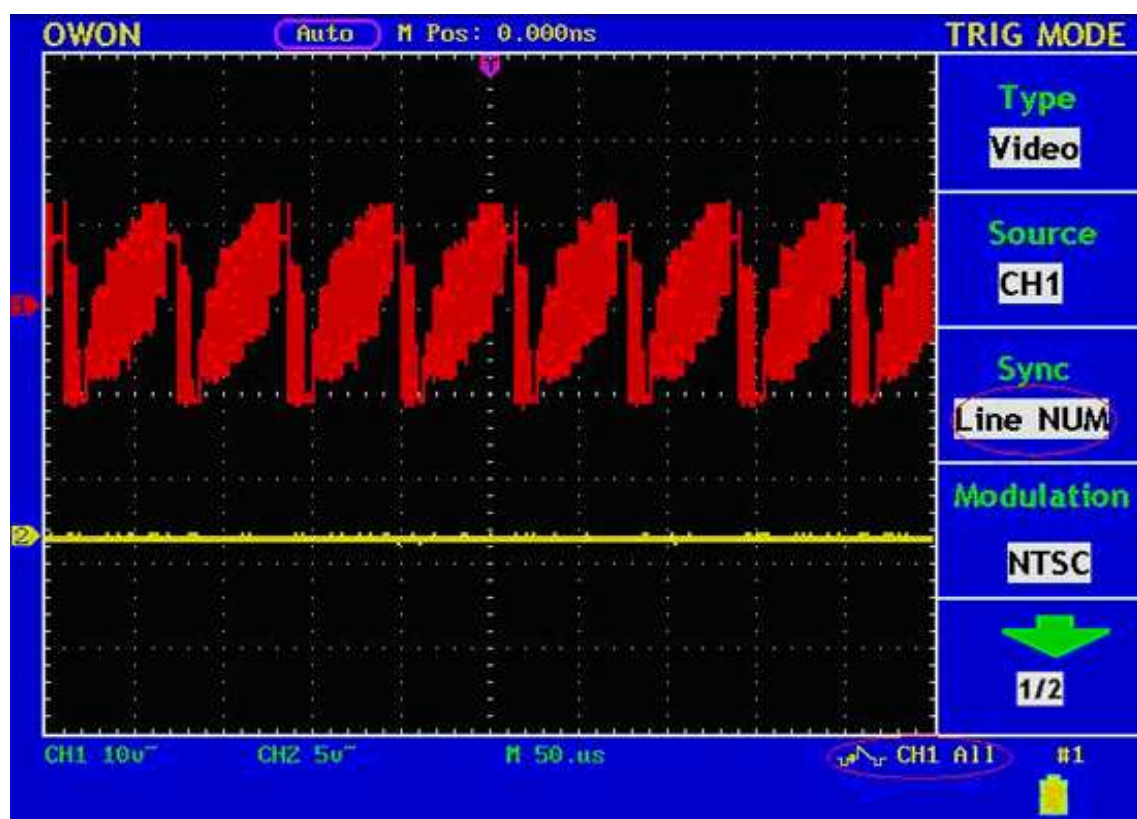

Fig. 67 NUMトリガから得られる波形の例
6. 画面上に正しい波形が出てくるように、VOLTS/DIV、VERTICAL POSITION、SEC/DIV のつまみを調節します。(Fig.67 参照)